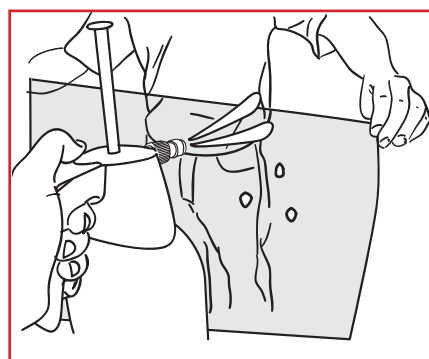

Figure 03
- Vaporiser avec le mélange (A) la carrosserie (le pare-choc avant pour commencer par exemple) ainsi que la partie adhésive du CARPROTECT. (FIG. 03) Cela vous permettra un meilleur positionnement du produit sur le véhicule.